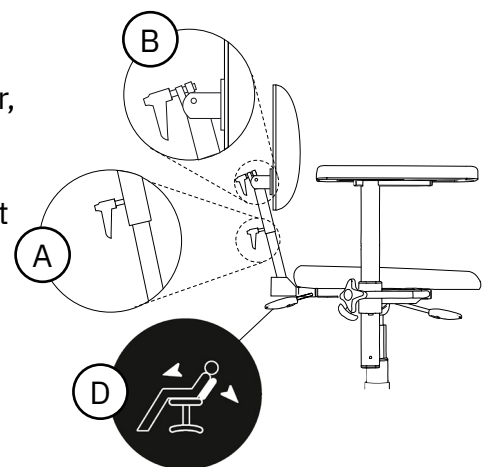

Figure 5.43. Mécanisme de dossier Comfort.
Comfort peut s'ajuster en hauteur (A), en inclinaison du dossier (B) et en inclinaison du dispositif d'escamotage par ressort pneumatique (C), voir figure 5.43. Le dispositif d'escamotage du dossier par ressort pneumatique peut s'ajuster au moyen du réglage situé sous l'assise (en standard) ou sous l'accoudoir (en option). Le dispositif d'escamotage du dossier peut s'ajuster dans une plage allant de 3 ° vers l'avant à 40 ° vers l'arrière.